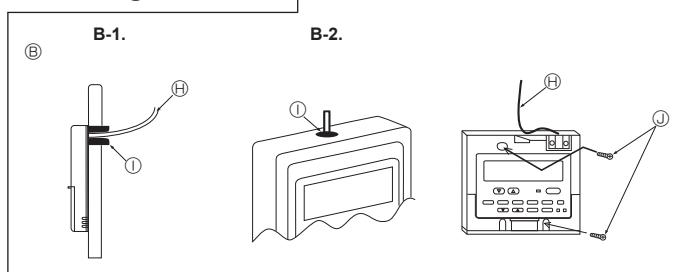

Fig. 7-7
- Selle la entrada del cable del control remoto con masilla para evitar que puedan entrar gotas de rocío, agua, cucarachas o gusanos. (Fig. 7-7)
④ Para instalarlo en la caja de interruptores: